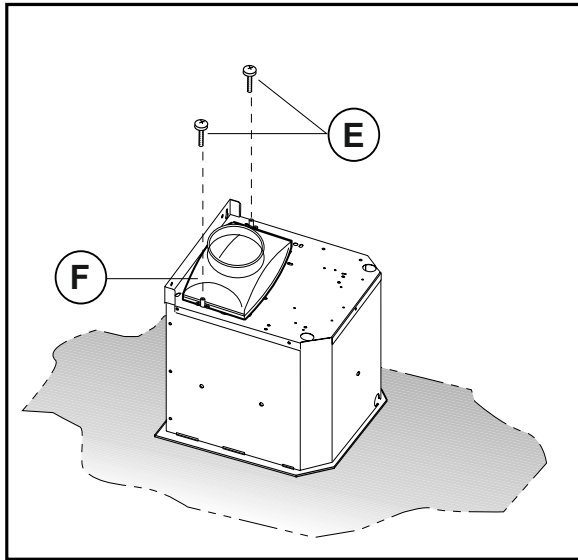

Fig.9
- 3.3.2 Käytettäessä 120 mm:n putkea, liitä supistaja moottorin ilmanpoistoaukon päälle tarkistettuasi, että takaiskuventtiilin läpät aukeavat esteettömästi. Takaiskuventtiili estää ilman virtaamisen takaisin huoneeseen, kun tuuletinta ei käytetä. (Fig. 9)